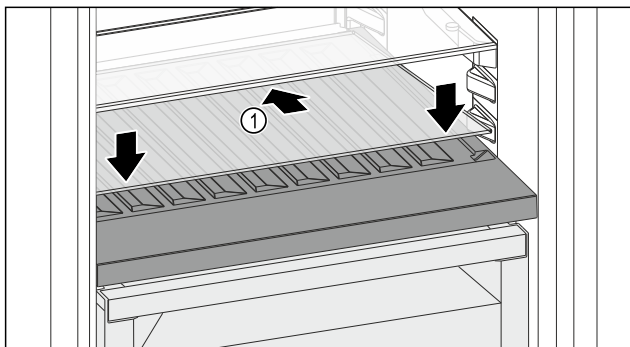

Fig. 194
- Vendosni pllakën e xhamit Fig. 194 (1) pjertras, dhe të anuar për poshtë në pjesën prapa.
- Ulni poshtë pllakën e xhamit Fig. 194 (1) përpara.